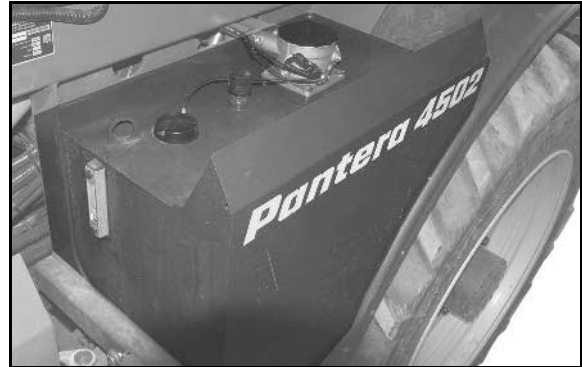

Fig. 182
1. Fjern dækslet (Fig. 182/1) fra huset (Fig. 182/3).
2. Udskift returløbsfilteret (Fig. 182/2).